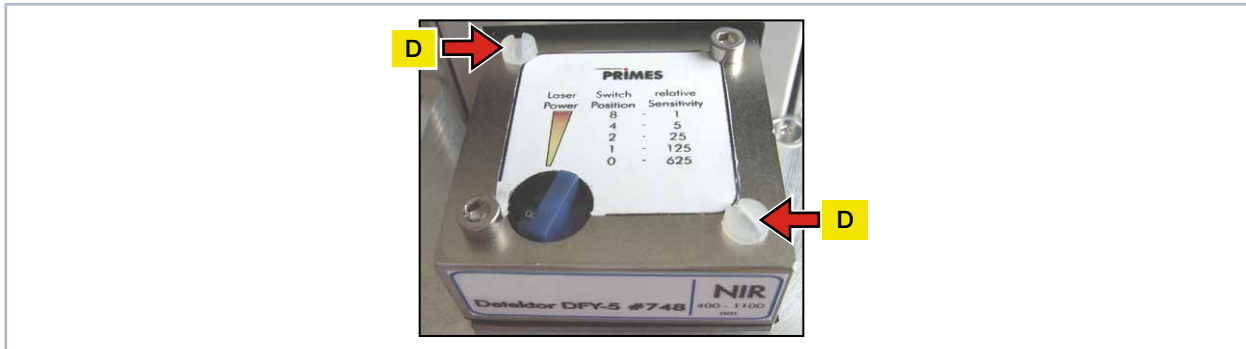

Abb. 16.3: Kunststoffschrauben am Detektor entfernen
1. Entfernen Sie die Kunststoffschrauben (D) am Detektor (siehe Abb. 16.3 auf Seite 66).